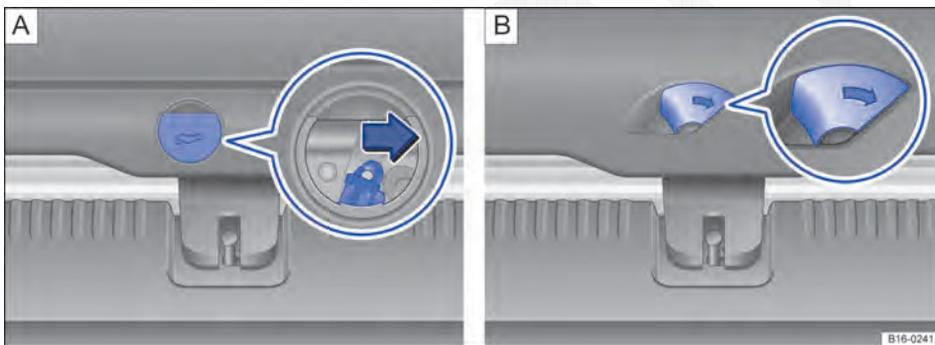

Fig. 228 No compartimento de bagagem: destravar a tampa do compartimento de bagagem. **A**) Variante 1 e **B**) variante 2.
- Retirar a cobertura circular do revestimento da tampa do compartimento de bagagem ⇒ Fig. 228 .
- Pressionar a alavanca de destravamento no sentido da seta ⇒ Fig. 228 . A tampa do compartimento de bagagem se abre automaticamente. Em temperaturas abaixo de 0°C (+32 °F), pode ser necessário abrir a tampa do compartimento de bagagem manualmente.